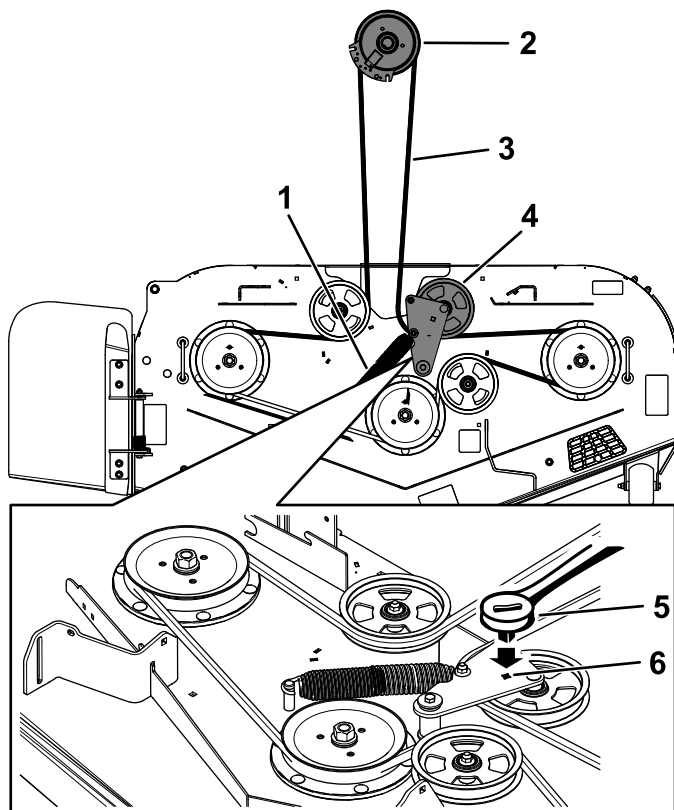

Figura 84
5. Utilice una llave de carraca de  $\frac{3}{8}$ " en el orificio cuadrado del brazo tensor para aliviar la tensión del muelle tensor (Figura 84).
7. Instale la guía de la correa en el brazo tensor tensado con muelle (Figura 84).
9. Pase la correa nueva alrededor de las poleas del cortacésped y de la polea del embrague, debajo del motor (Figura 84).
10. Instale la guía de la correa en el brazo tensor (Figura 84).
11. Utilizando la llave de carraca de  $\frac{3}{8}$ " en el orificio cuadrado, instale el muelle tensor (Figura 84).